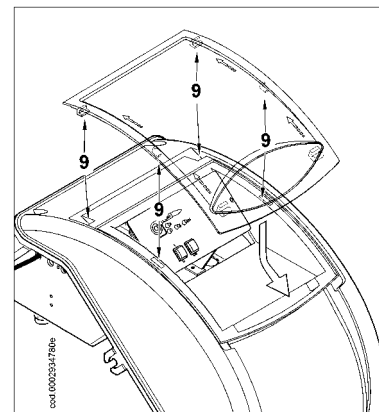

Figura 5
5) Para colocar correctamente la tapita transparente en el cuadro proceder como indica la figura 5: poner los ganchos de manera que correspondan con los alojamientos (9), desplazar la tapita en la dirección indicada por la flecha hasta que se note un ligero clic. Ahora la hermeticidad ya está garantizada.